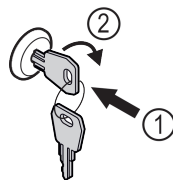

Fig. 163 Példaként szolgáló ábrázolás
- ▶ Dugja be a kulcsot Fig. 163 (1).
- ▶ Forgassa el a kulcsot 90°-kal az óramutató járásával megegyező irányba Fig. 163 (2).